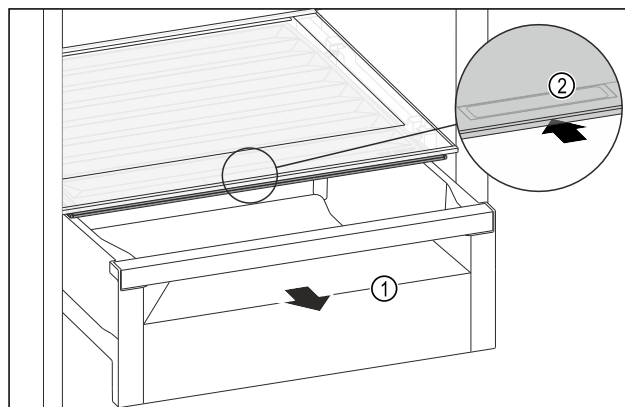

Fig. 104
- Schubfach Fig. 104 (1) herausziehen.
- Griffmulde Fig. 104 (2) am Fachdeckel anfassen und Fachdeckel gleichzeitig nach hinten schieben.